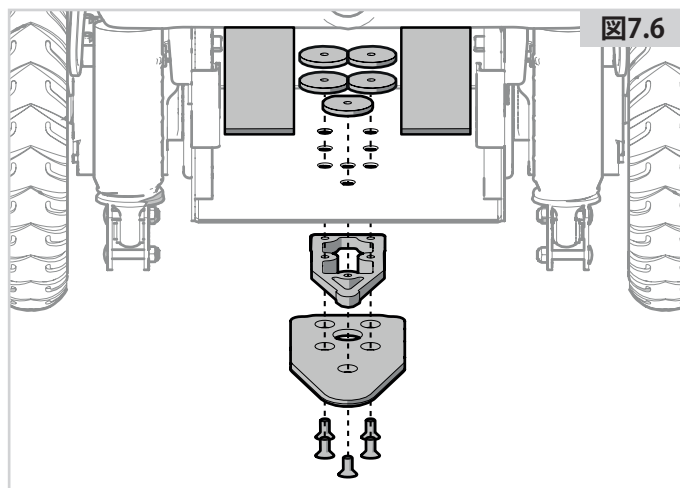

図7.6
1. ロックプレートの上に8 mmのスペーサーを合わせます(図7.6)。